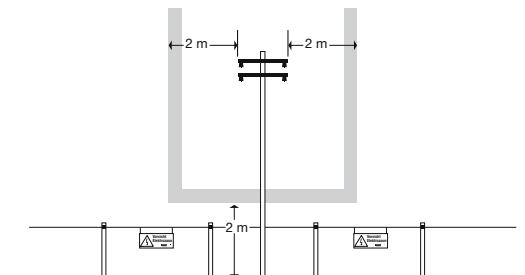

Bild 3. Sicherheitsraum für Niederspannungsfreileitungen (bis 1000 V)
- 1) Freileitungen bis 1000 V durfen mit der Zauuleitung und den Zauindrahten nicht uergert werden. Werden Elektrozaunanlagen auf Freileitungen bis 1000 V parallel gefuhrt oder unterqueren sie diese, so darf innerhalb eines Schutzstreifens von 2 m beiderseits der aueren Leiter die Bauhohe der Elektrozaunanlage 2 m nicht uberschreiten (s. Bild 3). Auerdem muss im Kreuzungsfeld ein Warnschild angebracht werden.